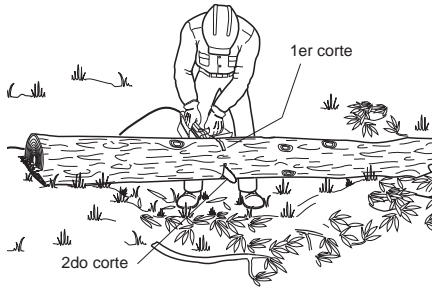

Figura 18 - Trozado del tronco apoyado sobre ambos extremos
1. Haga el primer corte del lado superior del tronco (vea la Figura 18, la página 40). Atraviese 1/3 del diámetro del tronco. Este corte impedirá la producción de astillas en esta sección al completarse el corte.